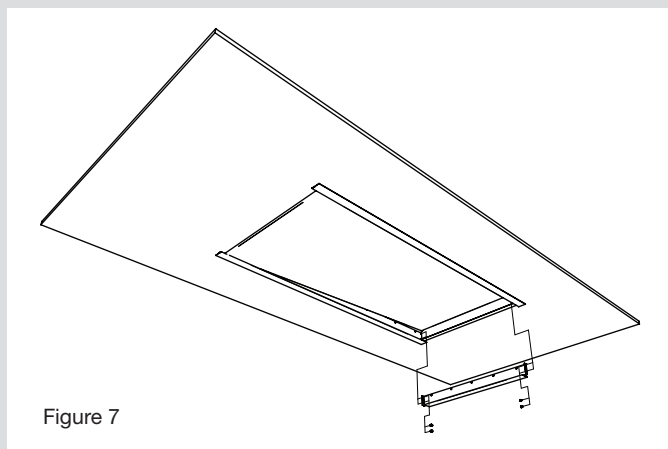

Figure 7
7. Soulever l'avant de la tuile, placer et fixer un embout à l'aide de vis No. 8 (non incluses). S'assurer que la lèvre épouse bien l'extérieur du trou (Fig. 7).